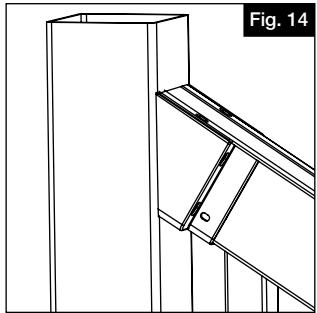

Fig. 14
- Introduzca los tornillos #10 de  $\frac{3}{4}$ " desde la parte inferior del travesaño, centrados, a través de los agujeros ranurados y en el tablón (Fig. 14).
- Deslice el soporte del pasamanos sobre los extremos del barandal (Fig. 14). Mida el ángulo requerido, y corte el soporte y el travesaño (y el canal de aluminio) a ese ángulo.